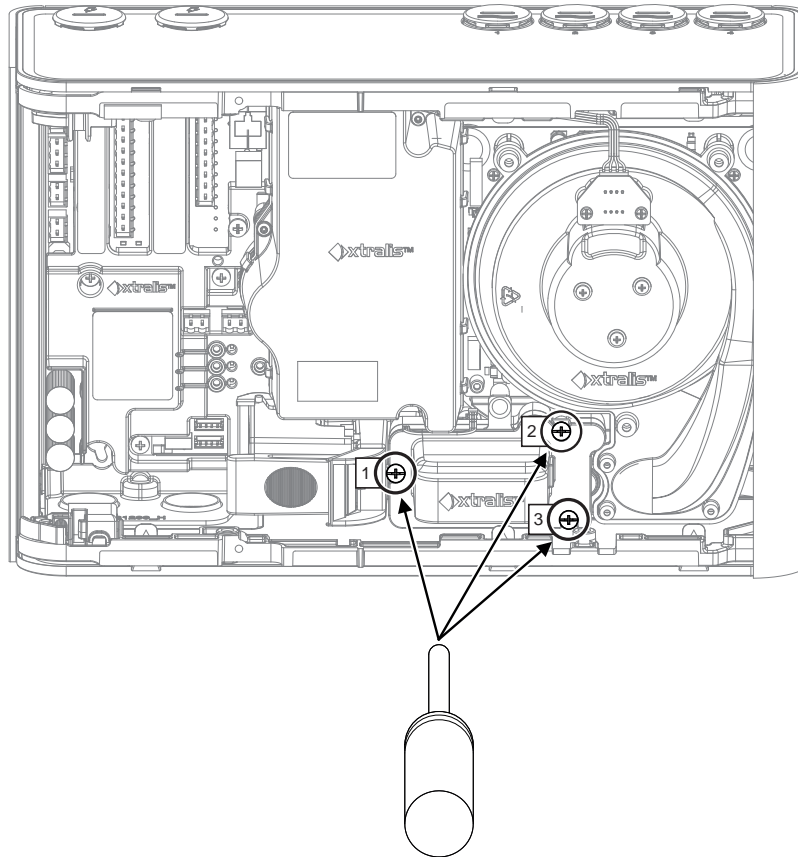

Figure 7-22: Dévisser vis du module de prélèvement
4. Dévissez les trois vis de fixation du module de prélèvement (Figure 7-22).